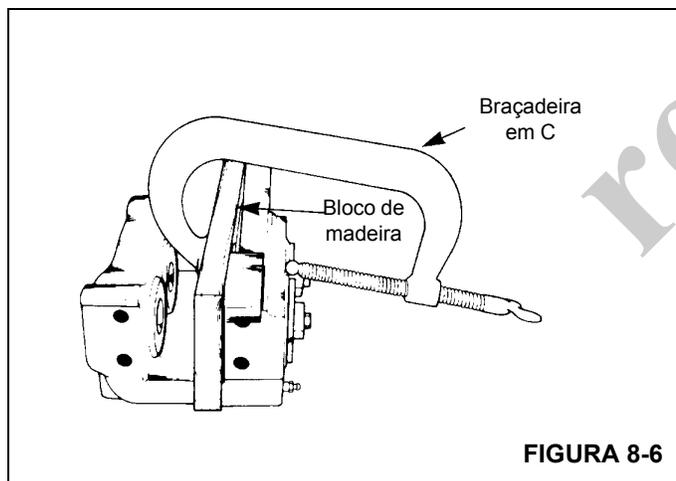

FIGURA 8-6
- a. Use uma braçadeira em C fixar prender um bloco de madeira de 12,7 mm (0.5 pol.) contra os dois pistões no lado de montagem da carcaça. Verifique se a braçadeira C não está na área em frente ao furo do pistão (Figura 8-6).